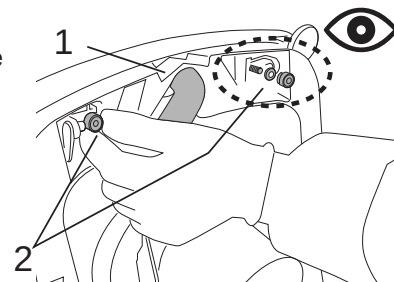

Fig.39
- Débrancher le tuyau d'aspiration du suceur (Fig.39-Rep.1).
- Dévisser les molettes (Fig. 39-Rep.2).